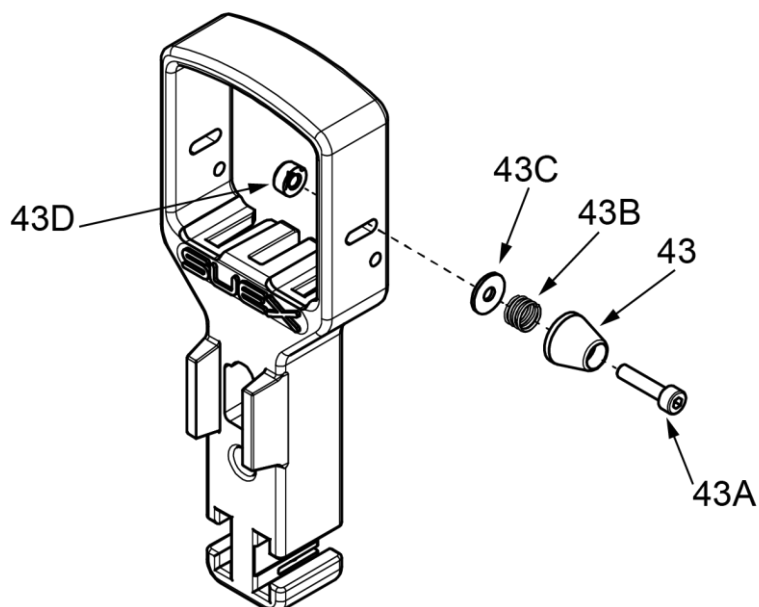

Fig 22 - Posizionare il Cruise control sul lato destro
- svitare la vite (43A) trattenendo il dado (43D **Fig 22 - a pag. 19**) (servirsi degli attrezzi forniti a corredo),
- riposizionare tutti i componenti del Cruise control sul lato destro della maniglia rispettandone la sequenza (si veda **Fig 22 - a pag. 19**).